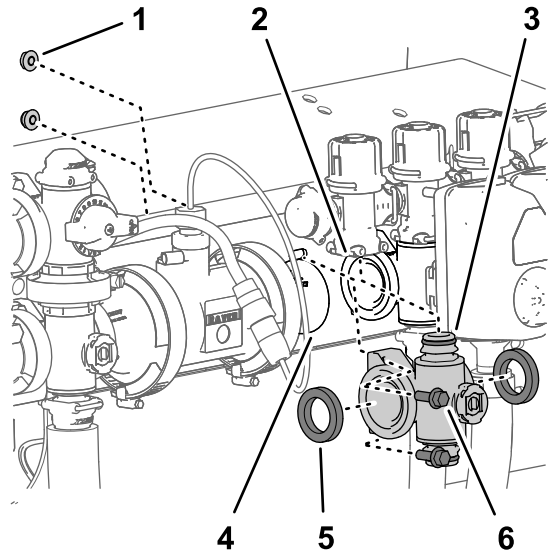
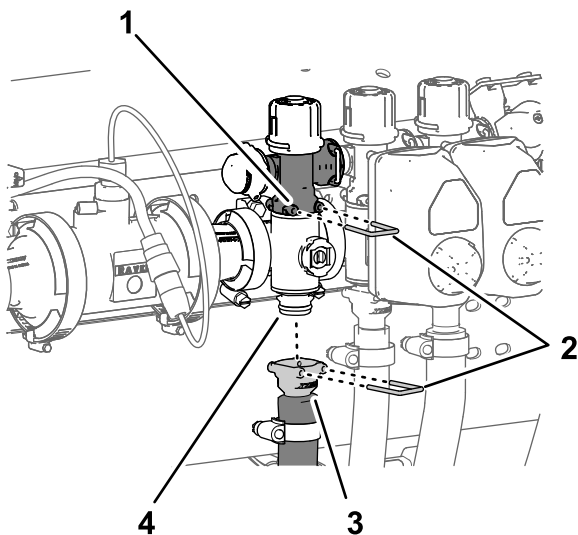

Figure 132
Figure 133
1. Alignez les 2 joints que vous avez retirés à la section Dépose de la valve de collecteur de section \(page 95\) et les brides du collecteur de vanne de section (Figure 132).
2. Alignez la bride du collecteur de vanne de section entre les brides des autres vannes de section et/ou adaptateur de raccordement (Figure 132).
3. Fixez le raccord rapide du collecteur de vanne de section au raccord rapide femelle de la vanne de dérivation de section à l'aide d'un l'étrier de fixation (Figure 132 et Figure 133).
5. Pour les collecteurs de vannes de sections gauche et droite, fixez le collecteur de vanne au support de vannes (Figure 132) à l'aide des 2 boulons à embase ($\frac{1}{4}" \times \frac{3}{4}"$) et des 2 contre-écrous à embase ($\frac{1}{4}"$) que vous avez
- Fixez le raccord rapide du flexible de section au raccord rapide du collecteur de vanne de section à l'aide de l'étrier de fixation (Figure 133).